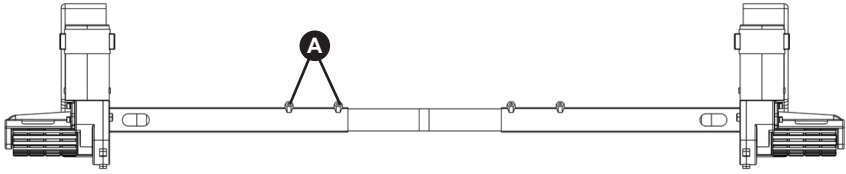
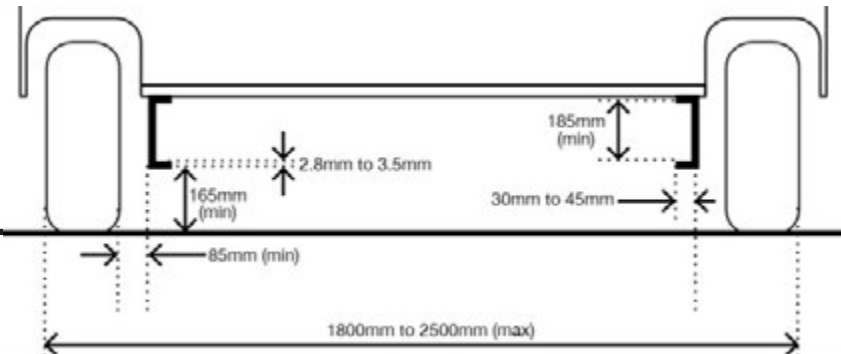
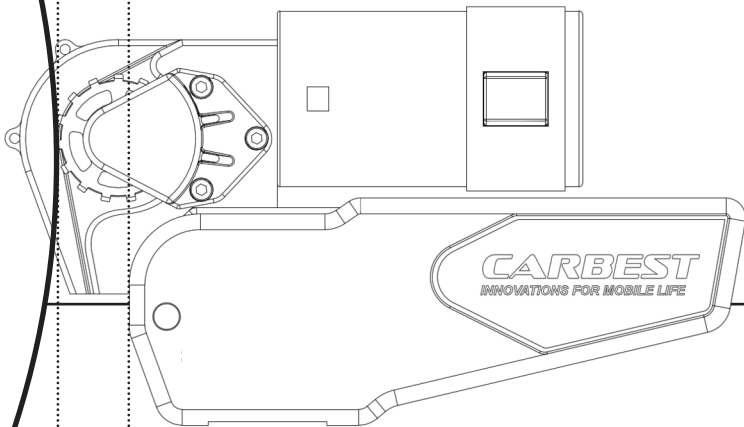

Fig.2
Fig.4
Fig.6
Déballiez tous les composants et vérifiez que toutes les pièces sont présentes (voir Contenu de l'emballage, Fig. A). Les instructions d'installation continueront à faire référence aux numéros de pièces affichés dans la Fig. A. Avant et pendant toute l'installation, assurez-vous que les moteurs restent en position DÉBRANCHÉE (voir Fig. 4), sinon l'unité ne s'adaptera pas correctement.
Une fois l'ensemble principal monté sans serrer sur le châssis, faites glisser l'ensemble le long du châssis jusqu'à ce que les rouleaux (Fig.2.A) soient à 20 mm de la surface de chaque pneu (voir Fig. 4). Deux entretoises de 20 mm (30) sont fournies pour régler cette distance. Notez que les dispositifs de déplacement doivent être en position désengagée lorsque l'espacement de 20 mm est réglé. Lors du réglage de l'écartement, veillez à ce que les rouleaux des deux dispositifs d'entraînement soient centrés et alignés avec les pneus du véhicule, horizontalement et verticalement, afin de permettre le meilleur contact possible avec les roues (voir la figure 6 pour référence). Si la largeur des rouleaux dépasse celle du pneu, assurez-vous que l'extrémité du rouleau est alignée avec la paroi extérieure du pneu. Le dépassement de la paroi intérieure du pneu est acceptable sur les pneus plus fins et ne devrait pas affecter de façon radicale la fonction ou l'adhérence.